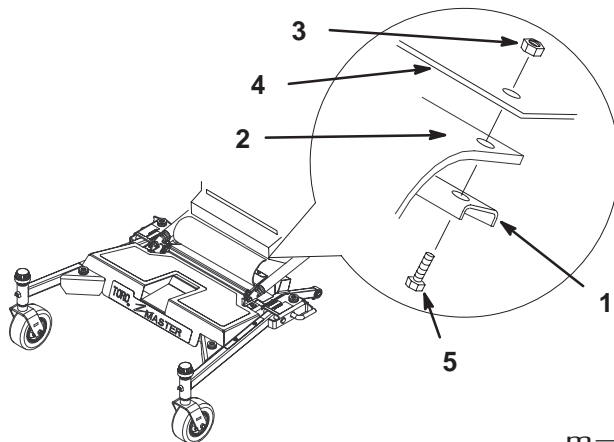

**Bild 26**
7. Kontrollieren Sie, ob die Federgruppen entspannt wurden. Stellen Sie, wenn sie weiterhin gespannt sind, zusätzliche Klötze unter, um das Chassis weiter anzuheben. Verwenden Sie, wenn die Spannung zu stramm ist, kleinere Klötze (Bild 26).
8. Entfernen Sie die Bundschrauben (3/8 x 7/8" (23 mm)) und Sicherungsmuttern (3/8"), mit denen die Federendplattengruppen am Chassis befestigt werden (Bild 26).